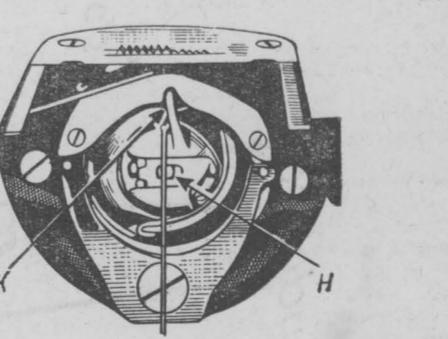

Рис. 8.
**Установка шпульного колпачка в машину.** Для того, чтобы шпульный колпачок, заправленный ниткой, поставил в машину, его берут за защелку двумя пальцами левой руки, надевают на центральный стержень «Н» членника таким образом, чтобы установочный палец «К» шпульного колпачка вошел в прорезь накидной пластины на корпусе хода (рис. 8). Затем отпускают защелку